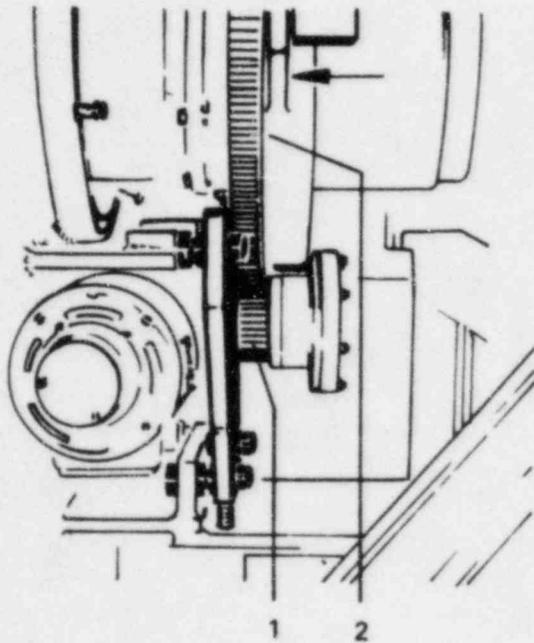

Fig. 1
Bremsen für Rotationsachse (2) muß ausgerastet sein (mit Hammer in Pfeilrichtung gegen Bremse klopfen (Fig. 1)).
Brake for rotation axis (2) must be disengaged (knock the brake with a hammer in the direction of the arrow (Fig. 1)).